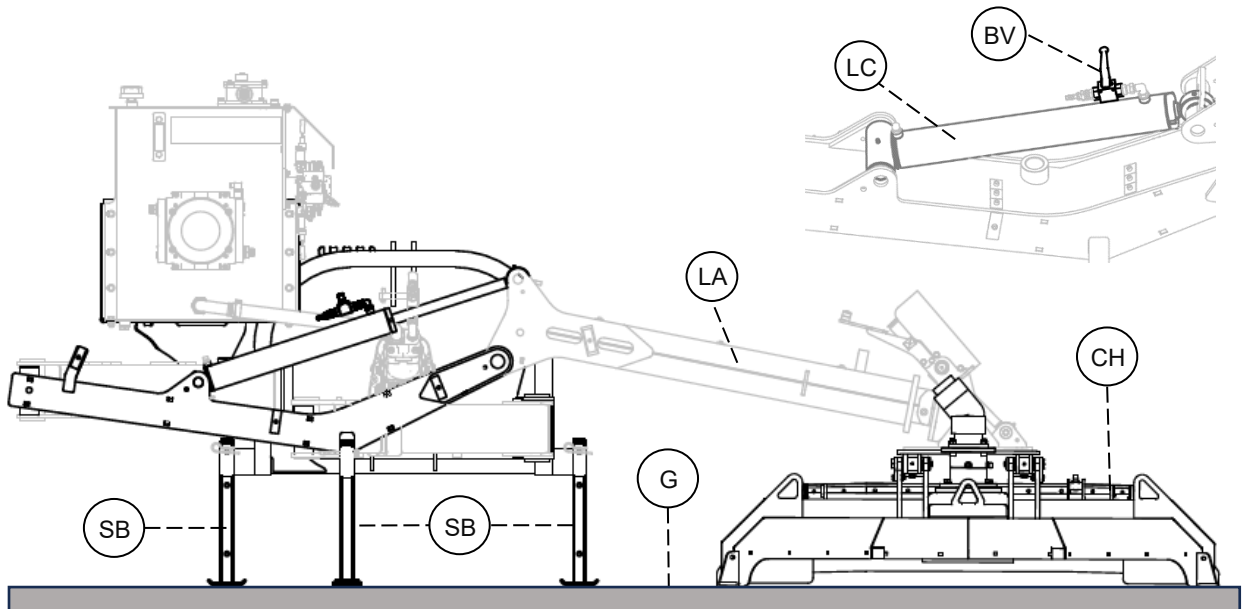

Abb. 30
- Fahren Sie den Teleskoparm ein, siehe Abb. 30.
- Drehen Sie den Hebel (**BV**) am Hubzylinder zu (**LC**) – siehe Abb. 30